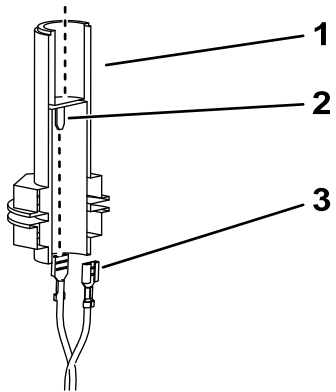

図 11
4. ワークライトのハーネスのコネクタを、ビーコンソケットコネクタのスピードに接続する図 11